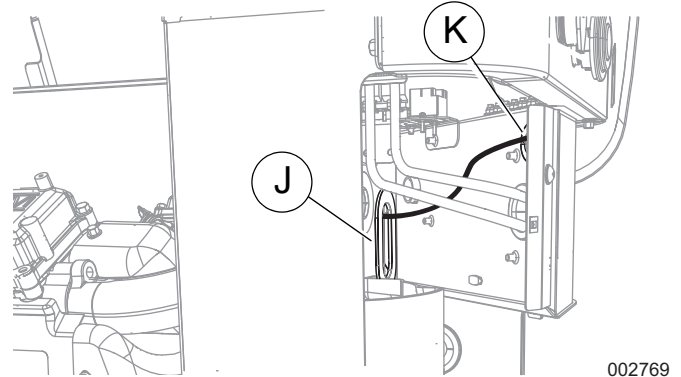

Figura 11. Cables conductores a la conexión del cliente (11 a 22 kW)
6. Pase los cables conductores a través del ojal protector del arnés (J) en el panel divisor del motor.
7. Vea la **Figura 11**. Trabajando dentro del cerramiento de la admisión tienda los cables conductores a través del ojal protector del tablero de conexiones del cliente (K). Fije todos los cables con amarres de cables de plástico separados 0,5 pulg. (1 cm) como mínimo de las mangueras de combustible.